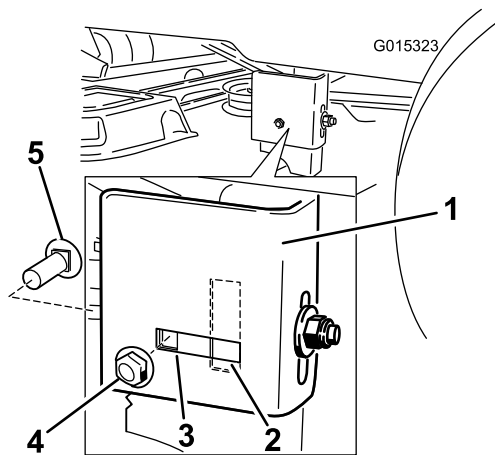

Figure 53
7. Passez au côté gauche de la machine. Retirez le boulon de carrosserie et l'écrou de blocage latéraux de la position fixe et placez-les dans l'ouverture allongée (Figure 53).